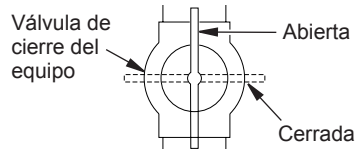

Figura 34 - Válvula de cierre del equipo
1. Cierre la válvula de cierre del equipo (consulte la figura 34).
1. Abra la válvula de cierre del equipo (consulte la figura 34, en la página 25).